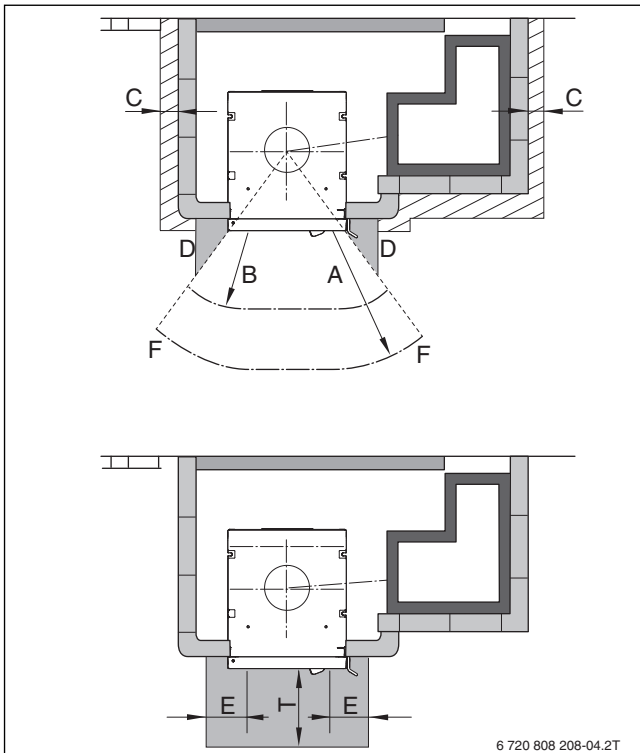

Bild 5 Mindestabstände zu brennbaren Teilen
- ▶ Mindestabstände einhalten (→ Tabelle 3 und Bild 5, Seite 10).